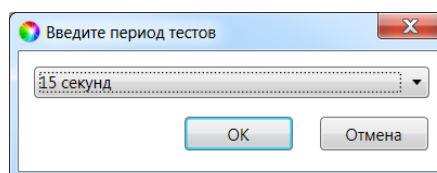

Рис. 7.8. Выбор периода опроса радиоизвещателя
6.3. В следующем окне укажите период опроса радиоизвещателя (рис. 7.8).